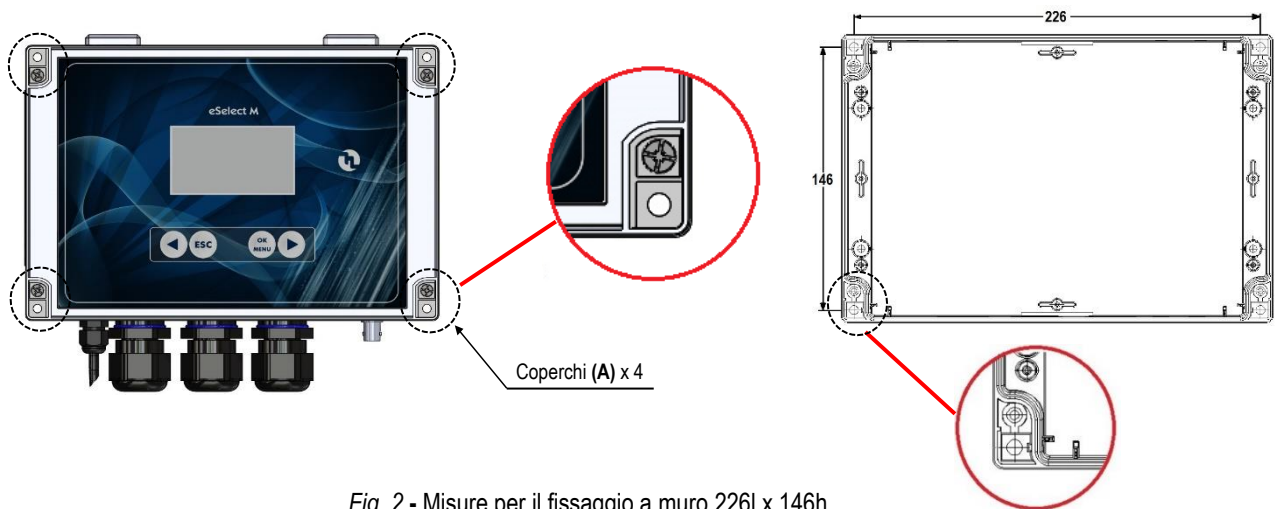

Fig. 2 - Misure per il fissaggio a muro 226l x 146h
Rispettare le norme in vigore nei diversi paesi per quanto riguarda l'installazione elettrica (Fig. 2). **Se il cavo di alimentazione è privo di spina elettrica, l'apparecchiatura deve essere collegata alla rete di alimentazione tramite un interruttore onnipolare sezionatore avente una distanza minima tra i contatti di mm. 3. Prima di accedere ai dispositivi di collegamento, tutti i circuiti di alimentazione debbono essere interrotti.**
Per accedere ai 4 fori di montaggio, rimuovere le chiusure sui punti di montaggio (A) che si trovano su ciascun angolo dello strumento, svitare con un giravite a croce le quattro viti poste al di sotto delle chiusure, per aprire poi il pannello frontale (vedi Fig.2).